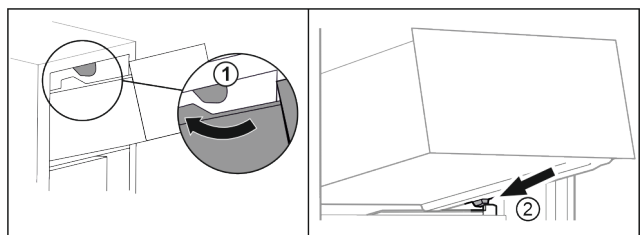

Fig. 97
- ▶ Обведите выдвижной ящик вокруг верхнего стопора. Fig. 97 (1)
- ▶ Наклоняя вниз, установите выдвижной ящик за нижние стопоры на контейнерное ребро. Fig. 97 (2)